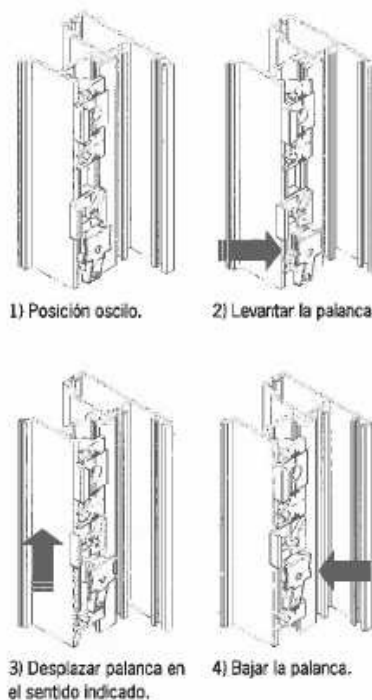

Fig. 4. Secuencia de pasos de microventilación oscilobatiente.
- Desplazar el cerradero AMC OB hasta su posición de aireación según los movimientos indicados en la Fig. 4.